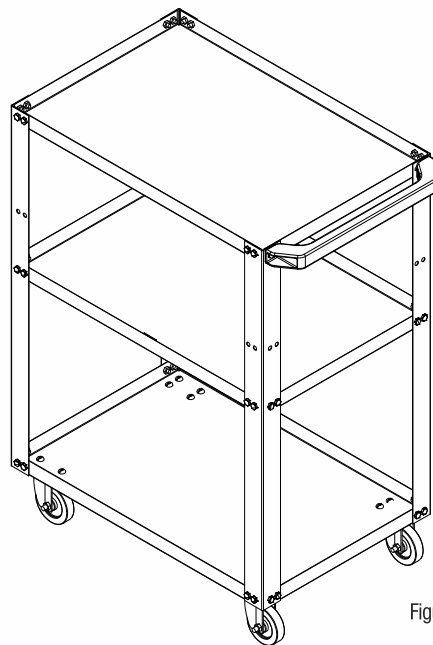

Figura 1
Inicie el montaje por la bandeja inferior (1) colocando las 4 columnas (2) en las cuatro esquinas de la bandeja (figura 1), coloque todos los tornillos a mano, sin el apriete final. Repita el proceso para las otras bandejas.